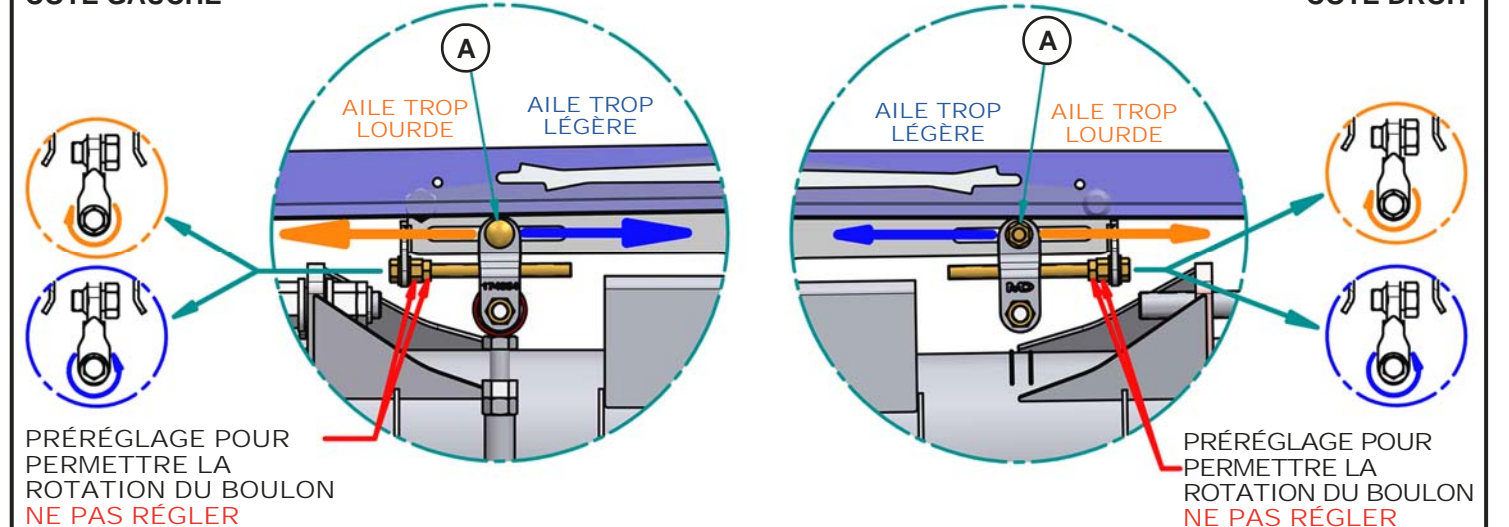

Figure 10 : Réglez l'équilibre de l'aile
- Desserrez le boulon de chape (A) de l'aile nécessitant d'un réglage.
- Équilibrez l'aile selon la **Figure 10 : Réglez l'équilibre de l'aile** ci-dessous.
- Resserrez le boulon de chape (A).